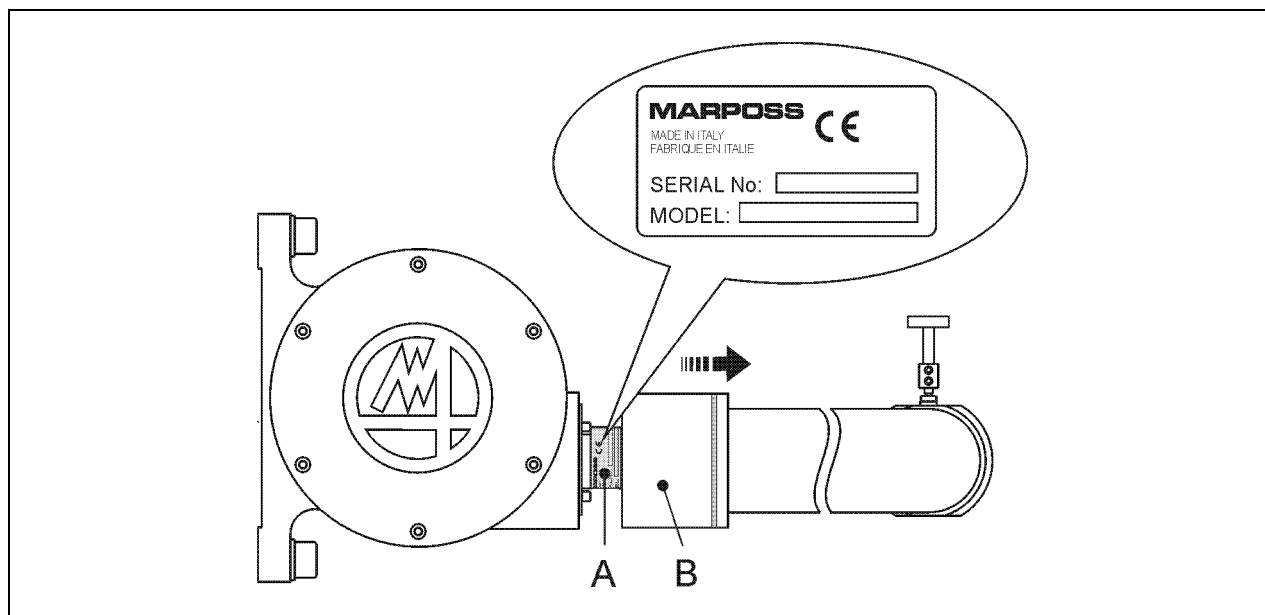

Figura 3-2. Placa de identificación del brazo *MIDA TOOL EYE ELECTRIC*.
En el brazo *MIDA TOOL EYE ELECTRIC* está presente, en una posición protegida, una placa de identificación con código (MODEL) y número de matrícula (SERIAL No) del brazo. La placa (A) puede visualizarse haciendo retroceder la protección (B) (Figura 3-2).